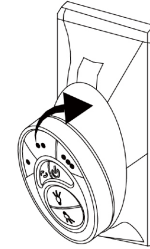

Fig. 27
**Étape 1.** Pour placer l'émetteur dans la plaque murale, insérez d'abord l'extrémité inférieure, puis appuyez sur le haut dans la plaque murale. L'émetteur est maintenant maintenu dans la plaque murale et fonctionnera à partir d'ici. (Fig.27)